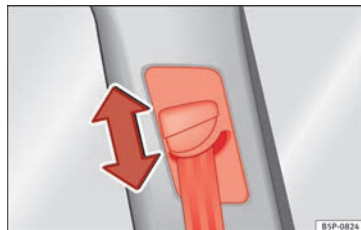

Fig. 12 Localização do regulador da altura do cinto de segurança.
- Pressionar a guia da faixa superior do cinto de segurança na zona de cima e mantê-la nessa posição » **Fig. 12.**